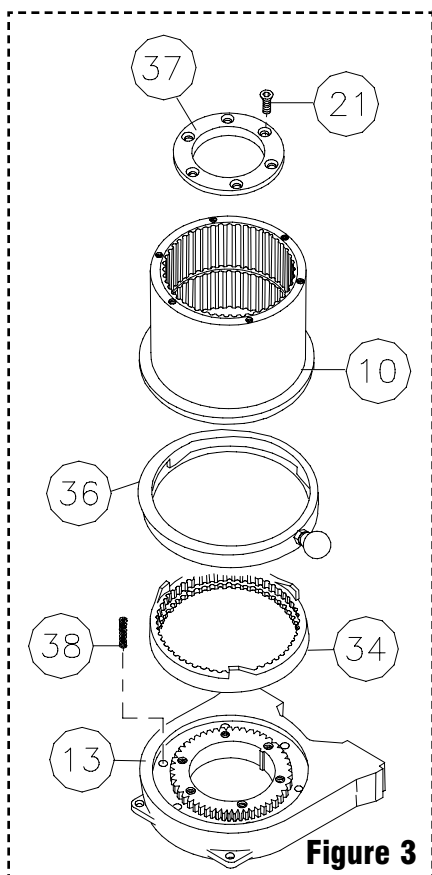

Figure 3
8. Remonter le logement de l'engrenage tel qu'illustré à la figure 3. S'assurer que la rondelle de blocage soit placée de manière à ce que la butée arrive à l'endroit marqué. Les vis de fixation (article 21) du dispositif de retenue devraient être serrées en appliquant un couple de 40 à 45 po-lb. **Ne pas trop serrer.**